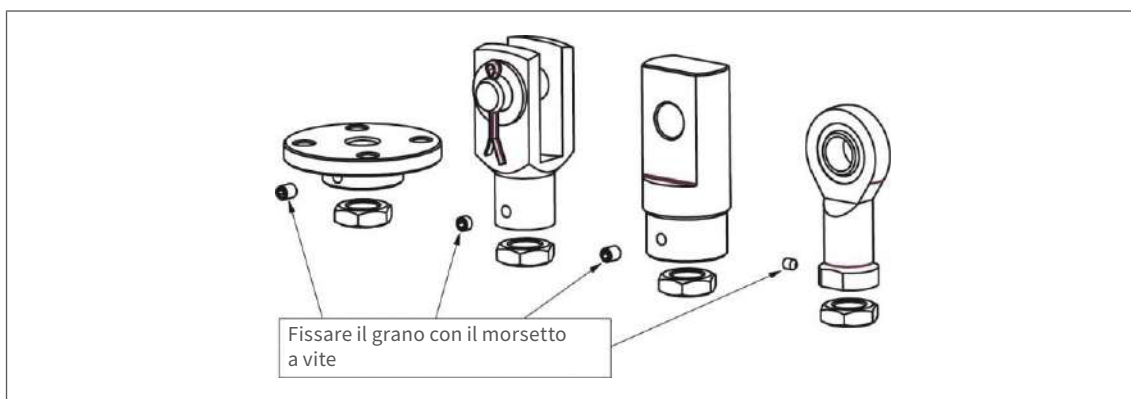

Fig. 7: Posizionare i vari accessori secondo le esigenze applicative, prima di serrare le brugole a scomparsa.
3. Per le grandezze 50 e 100 della serie ZA, montare le viti nei fori asolati utilizzando rondelle (ad es. secondo DIN 1441). Installare gli accessori sulla vite (vedere Fig. 7), fissare le brugole a scomparsa con frenafili (ad es. Loctite) e serrare il controdado (fino alla grandezza 100).